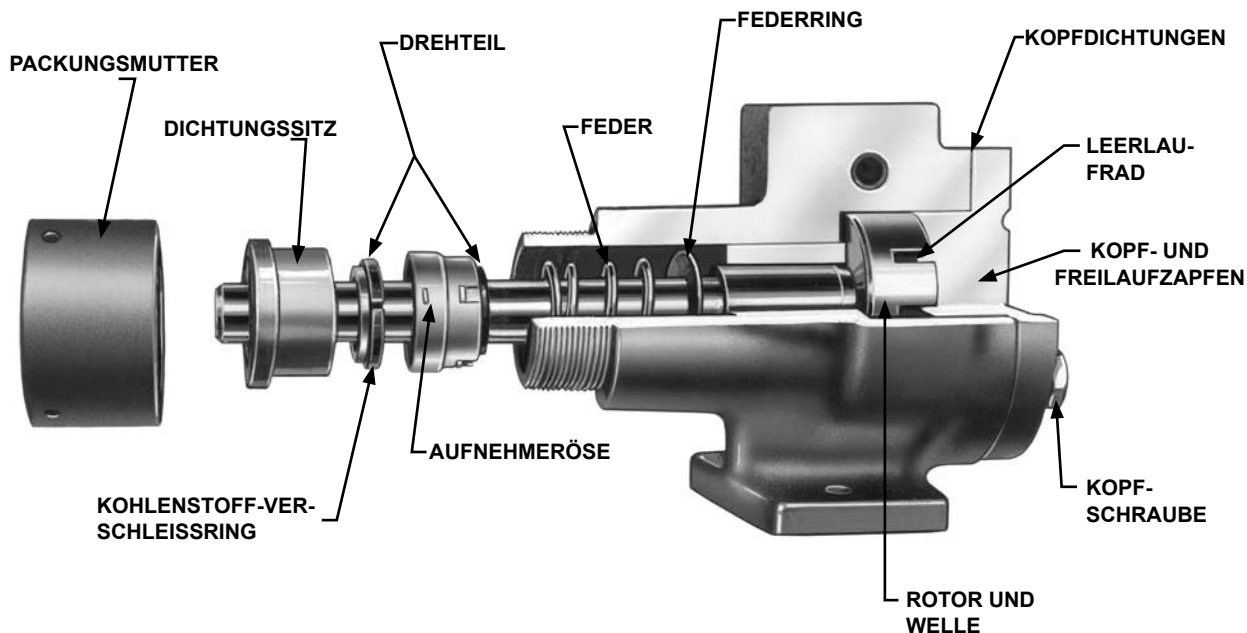

ABBILDUNG 5
4. Setzen Sie beim Wiederausammenbau der mechanisch abgedichteten Pumpe den Federring und die Feder auf die Welle - **siehe Abbildung 5, Seite 4**. Beschichten Sie die Welle und die Innenflächen der Gummibalge des Drehteils mit Leichtöl. Schieben Sie das Drehteil auf die Welle.